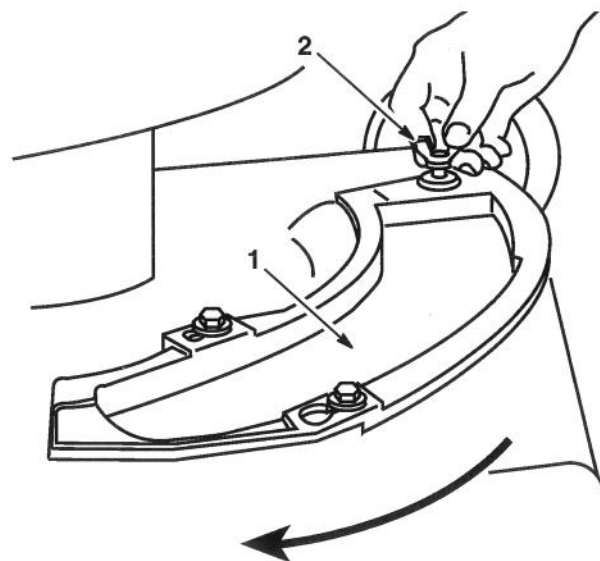

Figure 4
La tondeuse est livrée avec un obturbateur (Fig. 4). Si la tondeuse est utilisée avec une décharge latérale, cet obturbateur doit être installé dans l'ouverture du carter de la tondeuse.
2. Retirer la vis à ailettes fixant l'obturbateur au carter de la tondeuse (Fig. 4).